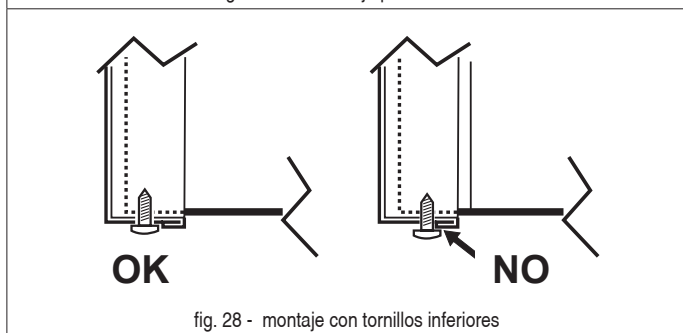

fig. 28 - montaje con tornillos inferiores
3. Proceder en orden inverso para volver a montar el panel delantero. Asegúrese de que esté fijado correctamente en el panel superior y totalmente apoyado en los paneles laterales. La cabeza del tornillo "A", una vez apretada debe colocarse tal y como indicado en "fig. 28 - montaje con tornillos inferiores").